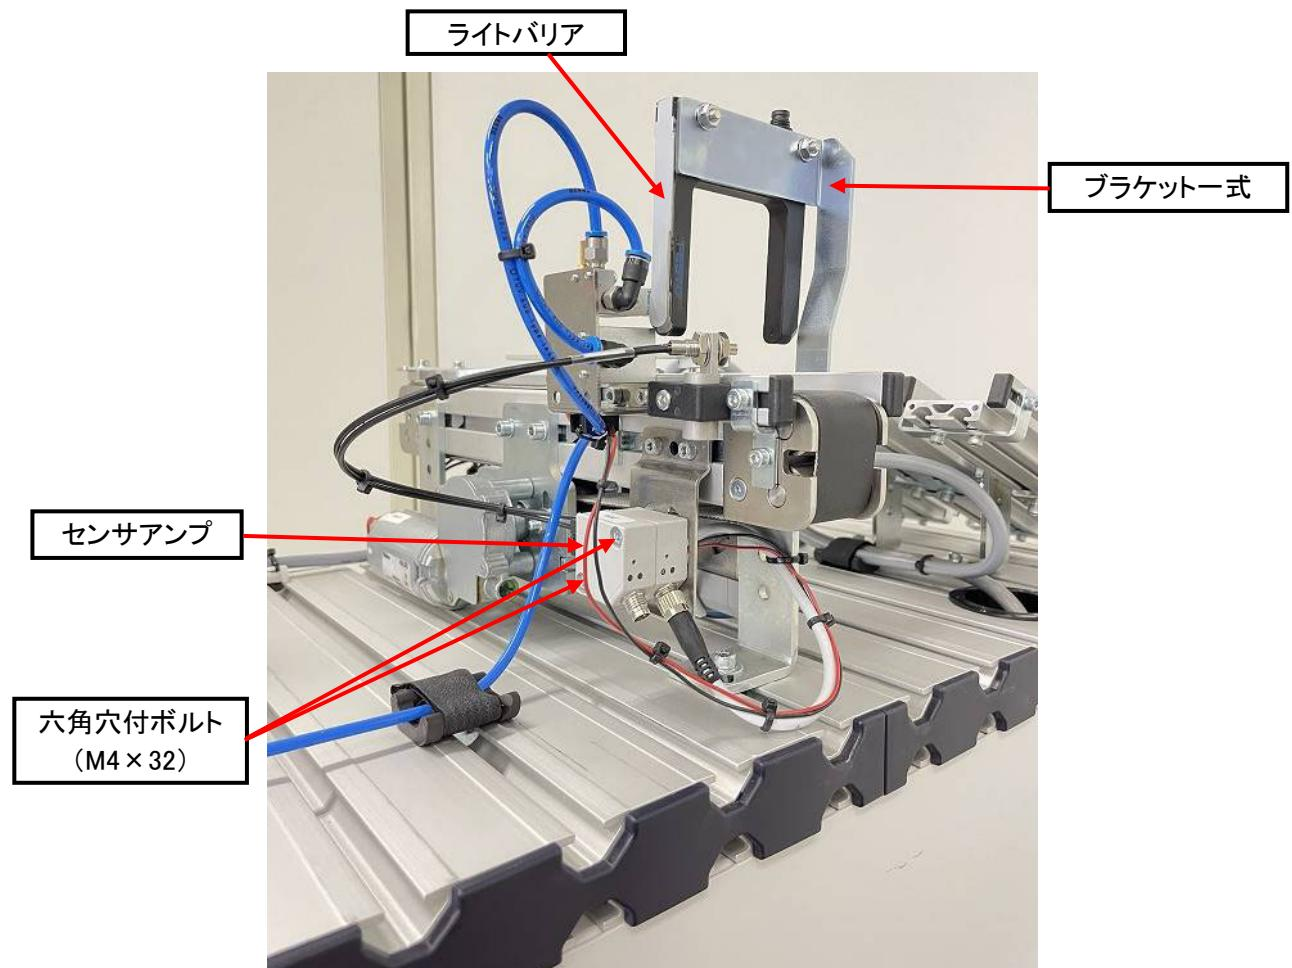
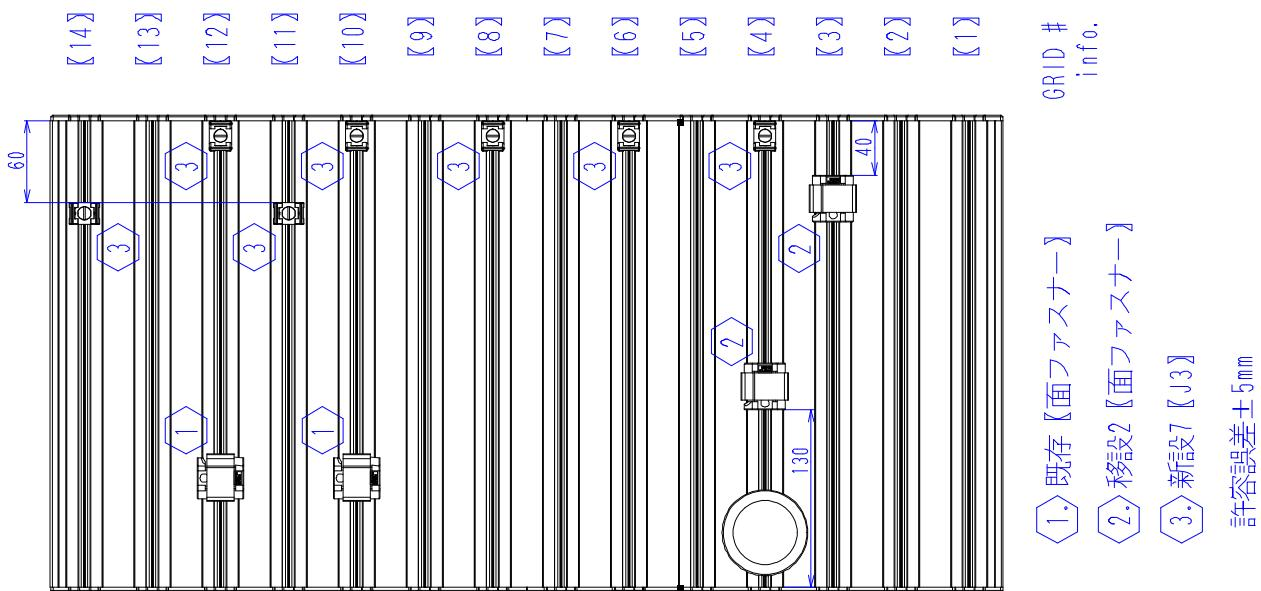

図 6 ソーティング sta.持ち込み状態②
図 7 ソーティング sta.ケーブルホルダ取付位置
#### ・ソーティング sta. (MPS D-ver.)(図 5、図 6、図 7、表 2、表 4 参照)
4. 支給部品【③ブラケット一式】を利用し、ライトバリアをおよそ図 6 の位置に取り付ける。
5. 支給部品【④六角穴付ボルト(M4×32)】を利用し、コンベアのセンサアンプと一緒に取り付ける。
9. 図 7 を参考にケーブルホルダ(面ファスナータイプ)を移設する。
10. 図 7 を参考に sta.上に J3\_ケーブルホルダを 7 個取り付け、各ケーブルを束線する。